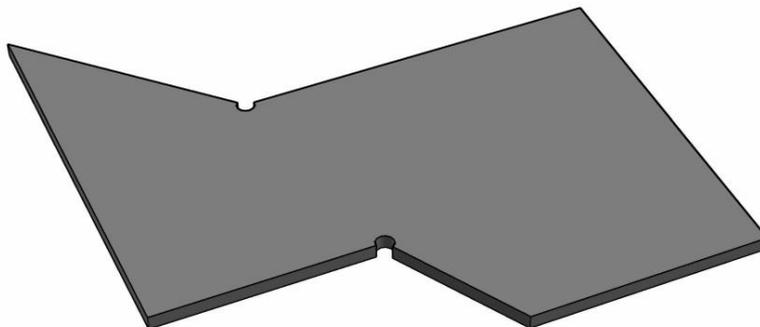
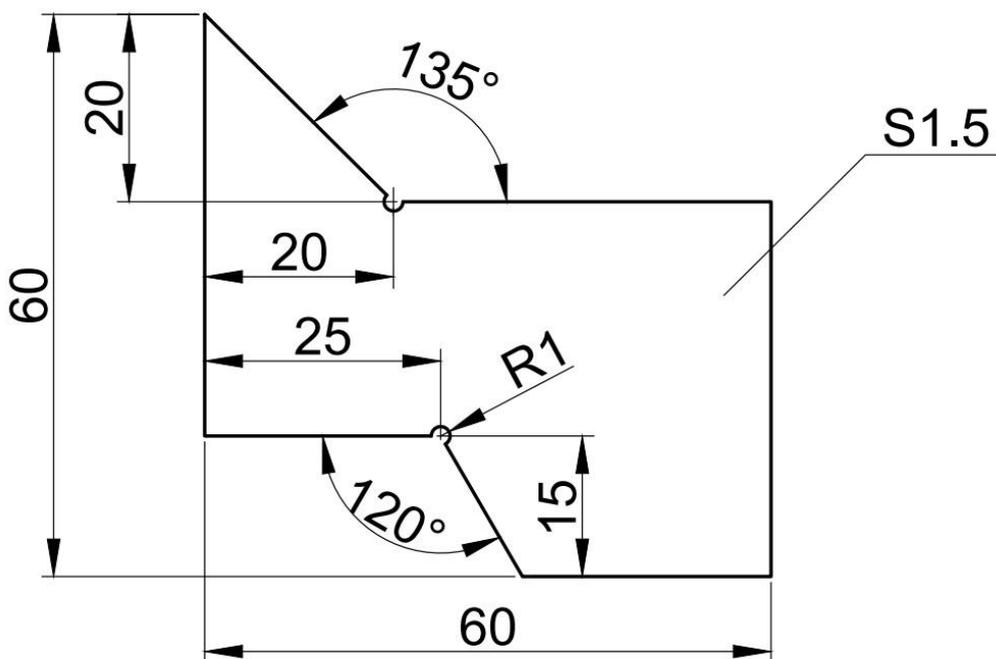

Рис. 1
Рис. 2
1. По данному образцу (Рис. 1) и эскизу (Рис. 2) изготовить шаблон угломер.